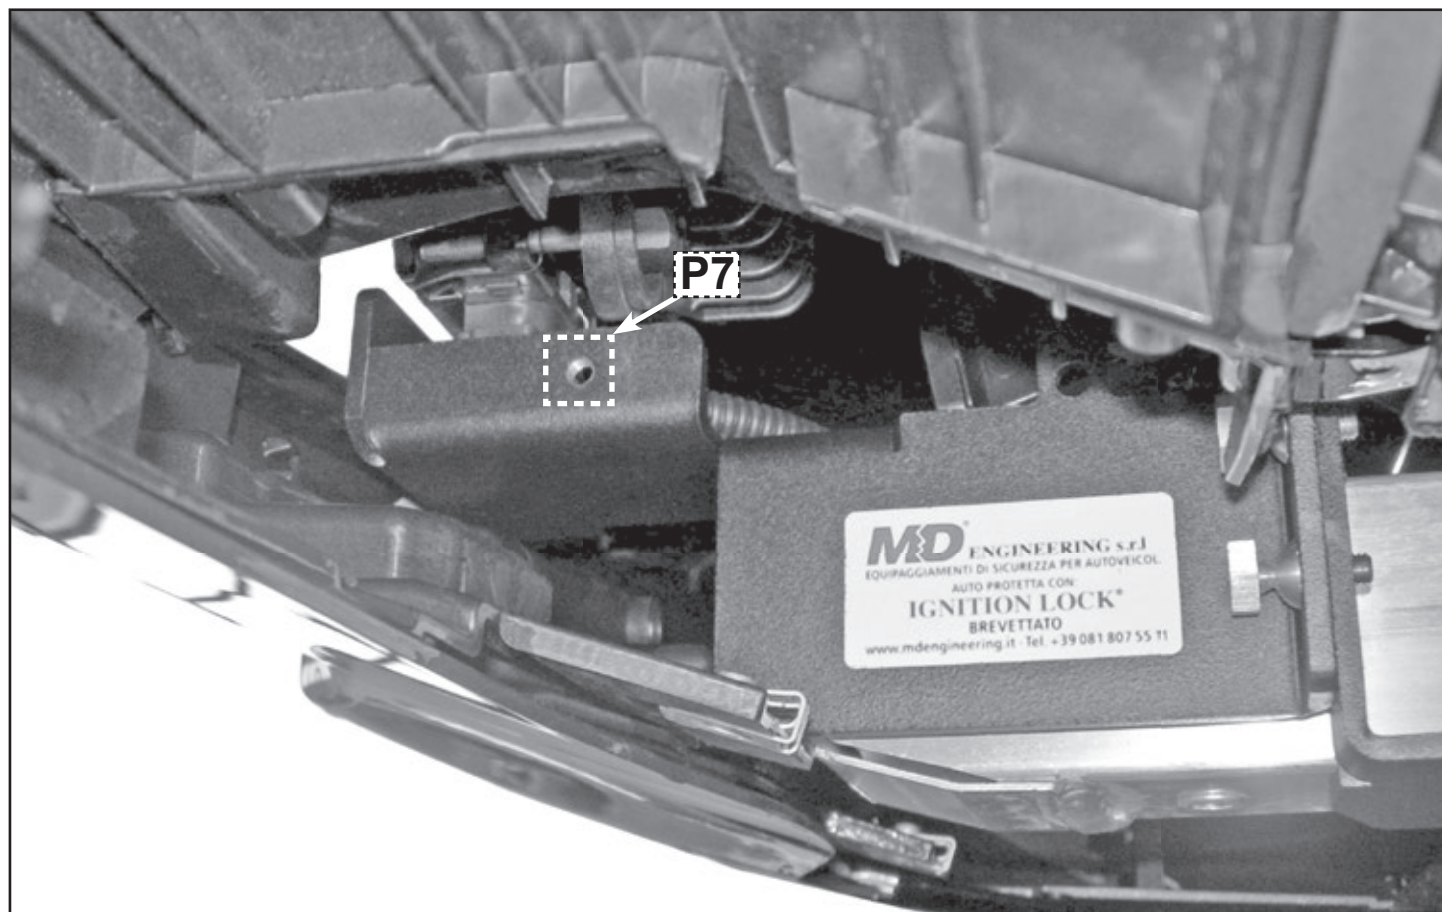

FIGURA 14
- **Nella figura 14** posizionare la staffa **A3** sulla piastra **A2** in corrispondenza del foro di fissaggio (vedi punto **P7**).